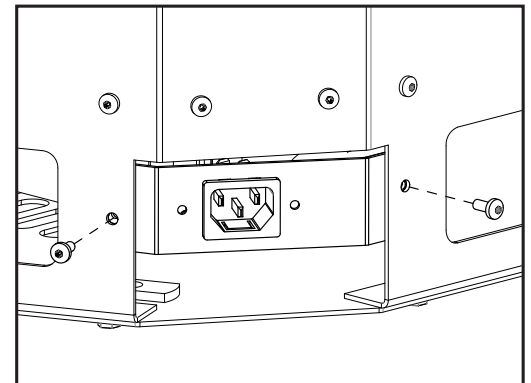

Figure 77: Déconnexion de la prise électrique
1. Déconnecter la plaque de sortie IEC (voir la Figure 77).